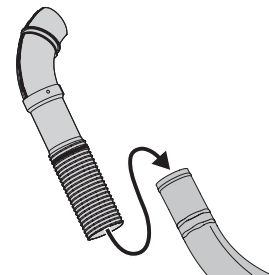

Figura 34
- Coloque el tubo del canal superior sobre el codo del canal de descarga como se muestra en la Figura 34.